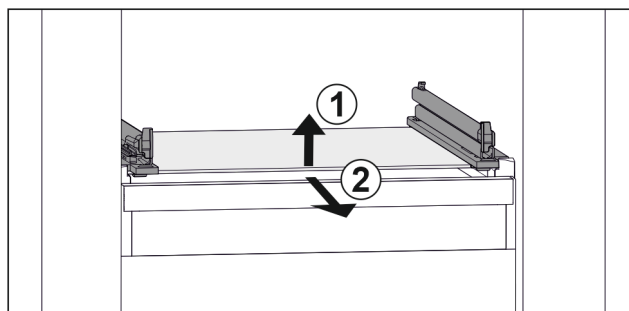

Fig. 102 Representación de la placa de vidrio a modo de ejemplo
- ▶ Levante la placa de vidrio por delante. Fig. 102 (1)
- ▶ Retire la placa de vidrio hacia adelante. Fig. 102 (2)